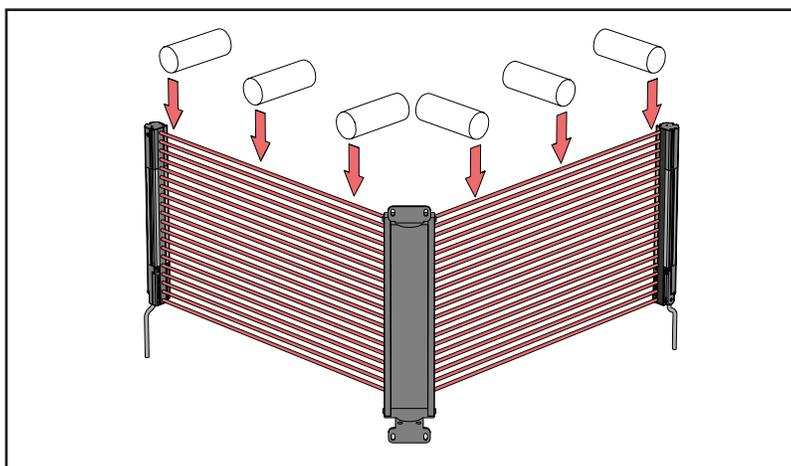

Figura 2. EZ-SCREEN LP - Prova d'interruzione per applicazioni con prismi
- Se nel sistema si utilizzano prismi, i raggi devono essere testati in tre punti su ciascun tratto del percorso del raggio (tra l'emettitore e il prisma e tra il prisma e il ricevitore, Figura 2).